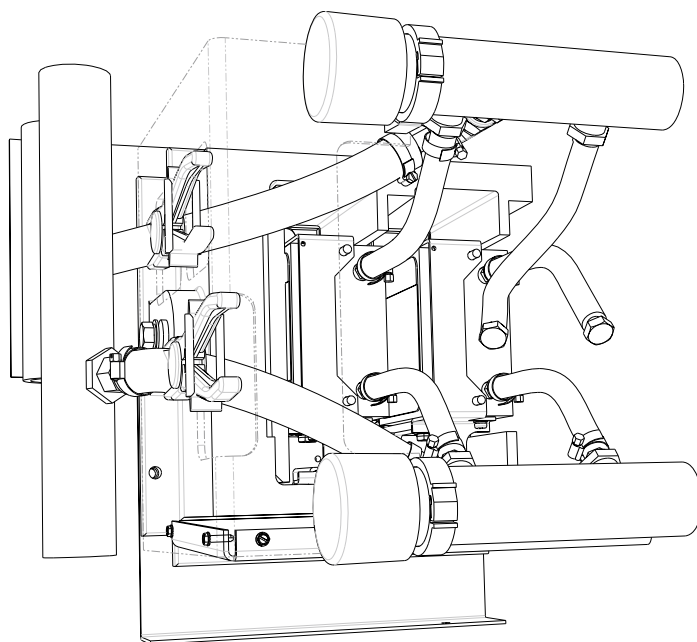

图 5.30 - 变流器 PowerCage 模块(维修 - 按照步骤 8 所述)
8. 按照图 5.30 所示，在上歧管的软管倒钩中插入软管塞。在冷铁软管的末端插入 M10 螺栓。请注意，在此过程中可能仍然会有少量液体泄漏。